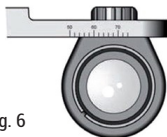

Fig. 6
Lossa lätt på låsreglagen (avståndet mellan pupillerna) och skjut teleskopet längs skenan (fig. 6)
- Rikta in varje teleskop så som beskrivits tidigare genom att låta dem glida på skenan. (Fig. 6)